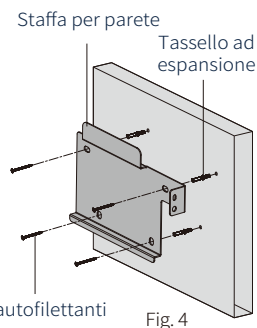

Fig. 4
- Utilizzare la staffa per il montaggio come modello per praticare 4 fori nella posizione corretta (diametro di 10 mm e profondità di 80 mm) (Fig. 4).